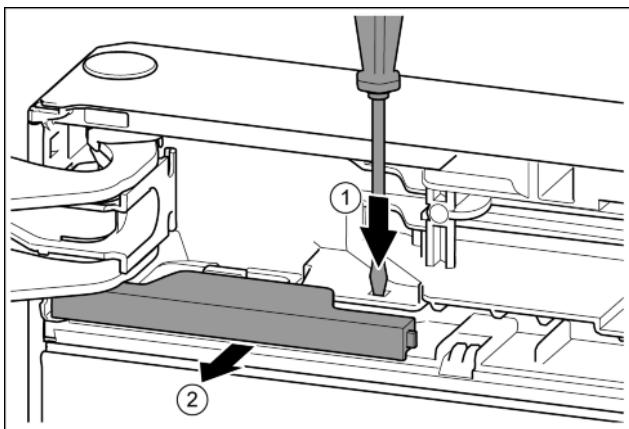

Fig. 8
- Нажать на накладку шлицевой отверткой. Fig. 8 (1)
- Вынуть крышку из зацепления. Fig. 8 (2)